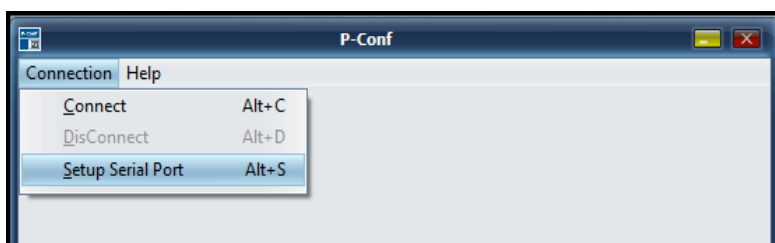

Рисунок 1 – Начальное окно программы «P-Conf»
1) включить ПК и запустить программу «P-Conf», – откроется начальное окно с двумя вкладками (рисунок 1);